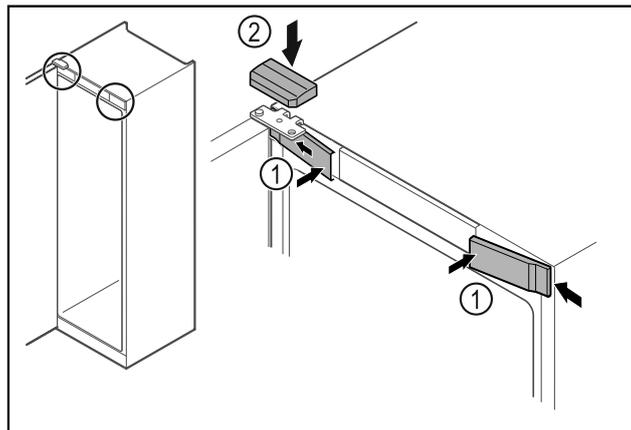

Fig. 63
- ▶ Передні кришки Fig. 63 (1) зачепити збоку та зафіксувати.
- ▶ Зафіксуйте верхню кришку Fig. 63 (2) зверху.